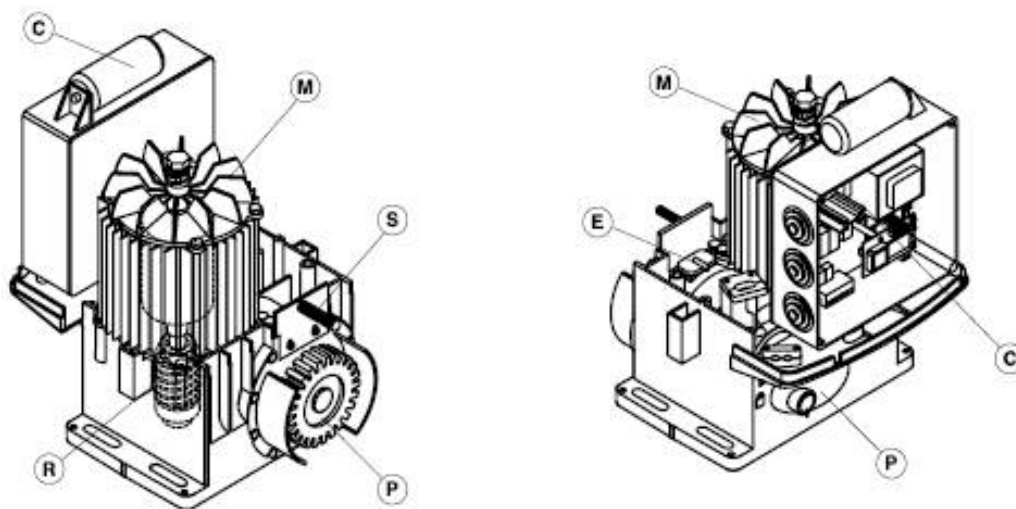

рис. 1
**Моторедуктор (рис. 1) состоит из:**